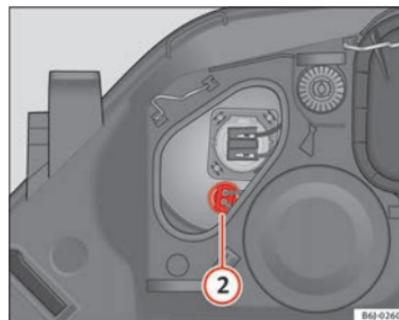

Fig. 152 Feux de position
- Retirez le connecteur ⇒ fig. 152 ② en tirant vers l'extérieur.